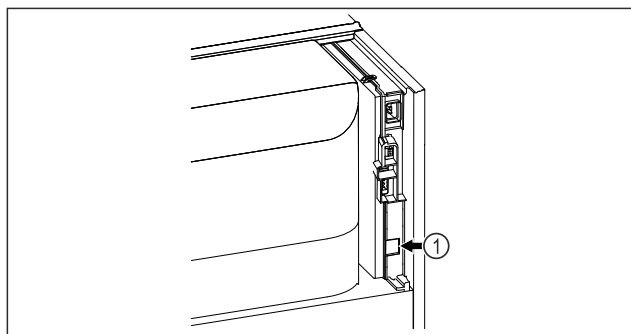

Fig. 125
- Założono SmartModule Fig. 125 (1).